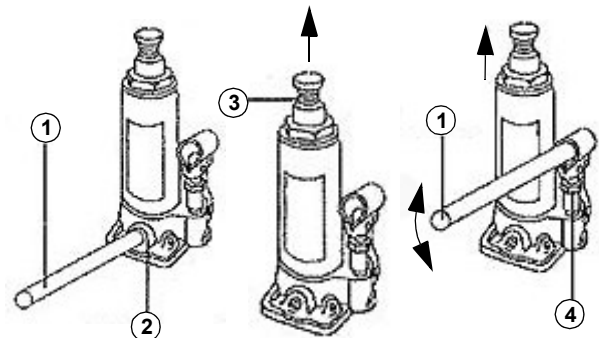

Abb. 5: Arbeitsablauf
Schritt 1: Schließen Sie das offene Ablassventil (Pos.2, Abb.5) durch Drehen des schmalen Pumpenhebel-Endes nach rechts (Pos.1, Abb. 5).
Schritt 2: Stellen Sie den Wagenheber unter das anzuhebende Fahrzeug und zwar unter die für den Wagenheber vorhergesehenen Aufnahme- punkte (lesen Sie dazu in der Betriebsanleitung Ihres Fahrzeugs nach). Falls nötig, drehen Sie die Erweiterungsschraube (Pos.3, Abb.5) durch Linksdrehen aus dem Hebestempel so weit heraus, bis sie das Fahrzeug berührt. So kann der genaue Aufnahmepunkt bestimmt werden.
Schritt 3: Führen Sie den Pumpenhebel (Pos.1, Abb. 5) in die Pumpe (Pos. 4, Abb. 5) ein und bewegen Sie den Hebel gleichmäßig nach oben und unten. Heben Sie das Fahrzeug bis zu gewünschter Höhe an.
Schritt 1: Schließen Sie das offene Ablassventil (Pos. 2, Abb. 5) durch Drehen des schmalen Pumphebel-Endes nach rechts (Pos.1, Abb. 5).
Schritt 2: Platzieren Sie den Wagenheber zwischen die Gegenstände. Achten Sie darauf, dass ein horizontaler Betrieb nur möglich ist, wenn sich die Pumpe in der unteren Position befindet (Abb.6). Falls nötig, drehen Sie die Erweiterungsschraube (Pos.3, Abb.5) durch Linksdrehen aus dem Hebestempel so weit heraus, bis sie den Gegenstand berührt. So kann der genaue Aufnahmepunkt bestimmt, und eine sichere Position gewährleistet werden.
Schritt 3: Führen Sie den Pumpenhebel (Pos.1, Abb. 5) in die Pumpe (Pos. 4, Abb. 5) ein und bewegen Sie den Hebel gleichmäßig nach links und rechts, um die Gegenstände auseinander zu drücken.